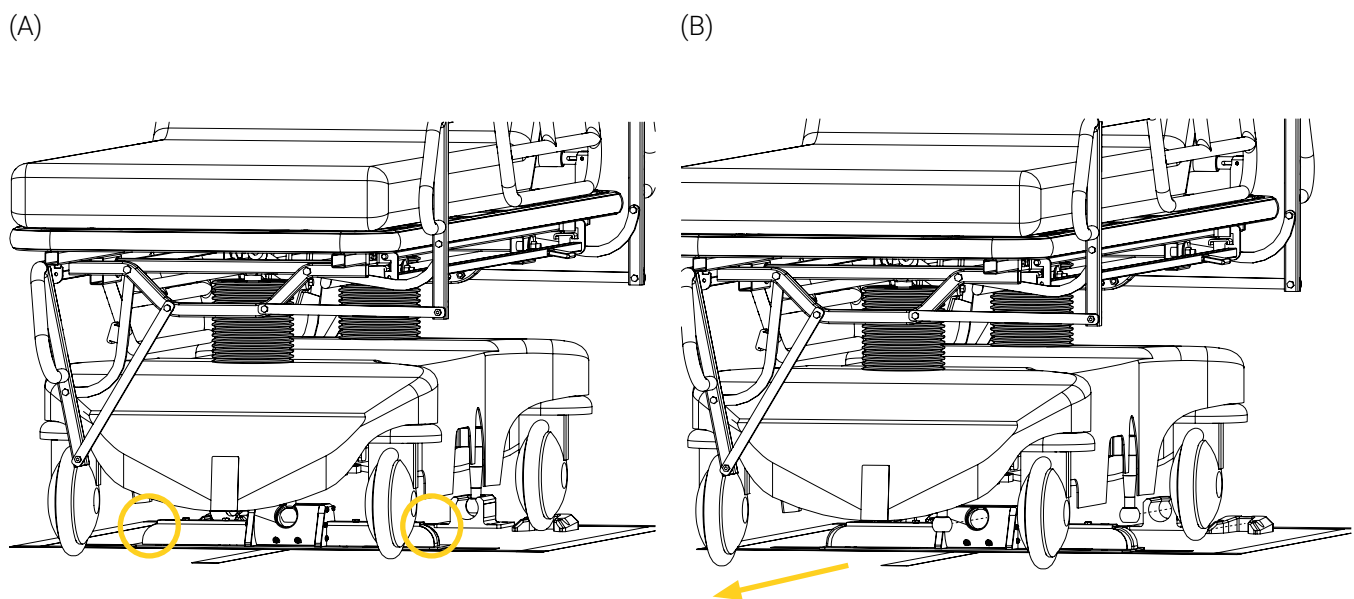

Figure 19: Désaccouplement de la civière du AnchorMed
2. Déverrouiller et retirer la civière du AnchorMed à l'aide des Commandes au pied à déclenchement rapide (Figure 19). Consulter la section « Verrouillage/Déverrouillage du AnchorMed » à la page 24 au besoin.